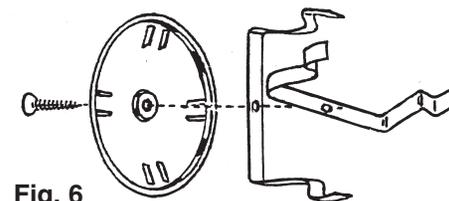

Fig. 6
9. Es recomendado que usted siempre use cubiertas de protección. Van a prevenir daños de la lluvia, insectos, tierra, etc., al diafragma de la trompeta. Ensamble las Cubiertas de Protección del Claxon como se muestra en la Fig. 6. No apriete los tornillos hasta que los soportes estén en posición enfrente de cada trompeta y después apriete los tornillos.